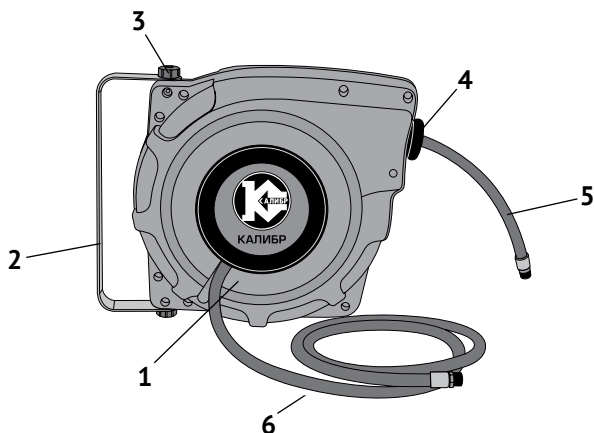

рис.1
4.1 Общий вид шланга представлен на рис. 1
Основные элементы шланга: спиральная пружина, катушка со шлангом, фрикционный узел блокировки и направляющая шлангоукладчика расположены в пластиковом корпусе (рис.1 поз.1).
Шланг подключения пневмоинструмента (рис.1 поз.5) размещён в автоматической катушке закрытого типа. Конструкция автоматической катушки позволяет установить её на рабочем месте так, как вам удобно, закрепив посредством скобы (рис.1 поз.2) на стене, потолке, верстаке или любом другом неподвижном предмете. Фиксатор пружинного механизма катушки позволит зафиксировать шланг, при вытягивании, на необходимую для работы длину, а по окончании работы поможет свернуть шланг обратно.
Ограничитель (рис.1 поз.4) обеспечивает неизменную длину вытянутой части шланга.
- выбрать место (стена, продольная или поперечная балка, потолок), как можно ближе к компрессору, для крепления скобы (рис.1 поз.2);
- вынув поворотную ось (рис.1 поз.3), закрепить 2-мя болтами (входят в комплект поставки) скобу в выбранном месте;
- совместив отверстия скобы и корпуса катушки, соединить корпус (рис.1 поз.1) со скобой поворотной осью (рис.1 поз.3).
- соединить шланг (рис.1 поз.6) с выходным штуцером компрессора (воздушной магистрали) а шланг (рис.1 поз.5) с входным штуцером используемого пневмоинструмента.
- для предотвращения случайного сматывания шланга, ограничитель (рис.1